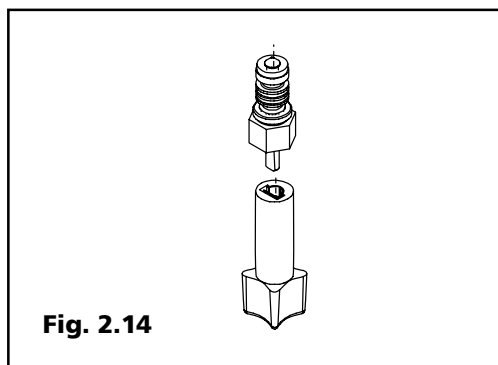

Fig. 2.14
**Rubinetto di riempimento esterno (fig. 2.14):** ha la funzione di mettere in comunicazione il circuito sanitario con il circuito di riscaldamento, per poterne effettuare il carico o i rabbocchi. Di nuova concezione che garantisce maggior affidabilità.